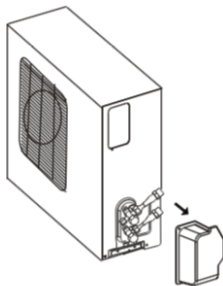

Fig.6.1
1. Retirez d'abord le bac à eau de l'unité extérieure comme indiqué à la Fig. 6.1.